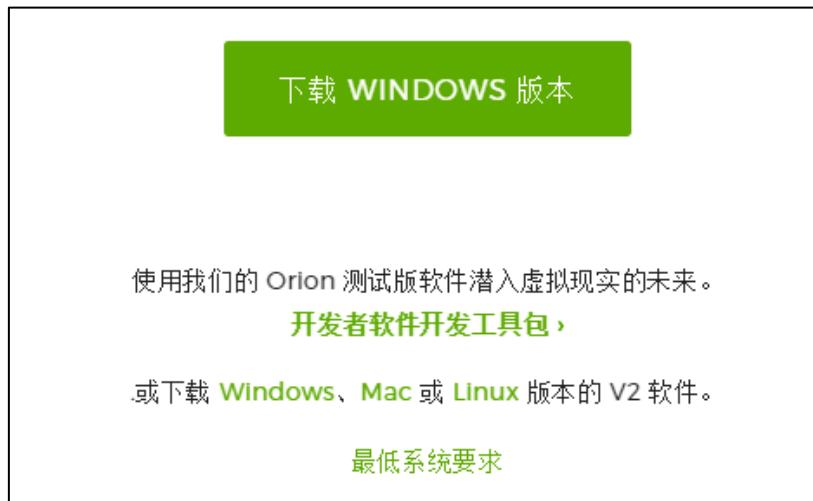

图 5.103 下载 Windows 版本的 Leap Motion 驱动
- 已获取 Leap Motion 驱动。访问 <https://www.leapmotion.com/setup/desktop/windows> 下载 Windows 版本的 Leap Motion 驱动。如图 5.103所示。